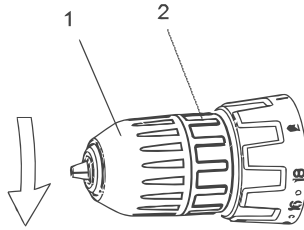

Fig. 7 – Aperto do mandril
5. Aperte o mandril segurando a parte 2, e gire no sentido horário a parte 1, conforme mostra a Fig. 7;